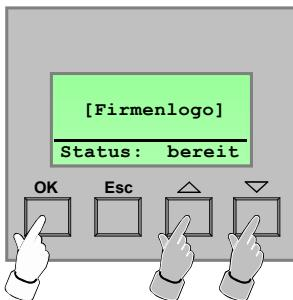

Bild 1: Grundzustand
- Am Bluetooth Gateway ist das Menü "Einstellungen" zu aktivieren. Dazu ist im Grundzustand des Gateways die Bedientaste "OK" oder eine der beiden Pfeiltasten zu betätigen (vgl. Bild 1).